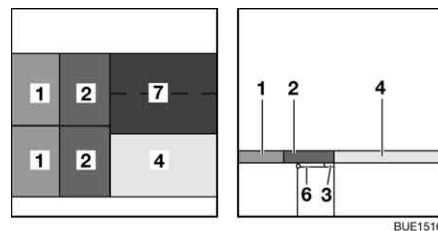

Fig. 139 Dopo la trasformazione
- Posizionare i cuscini del divano (Fig. 139,2) sui coperchi aperti della cassapanca.
- Aprire il cuscino aggiuntivo (Fig. 139,7) e appoggiarlo sul tavolo davanti al cuscino del divano (Fig. 139,4).